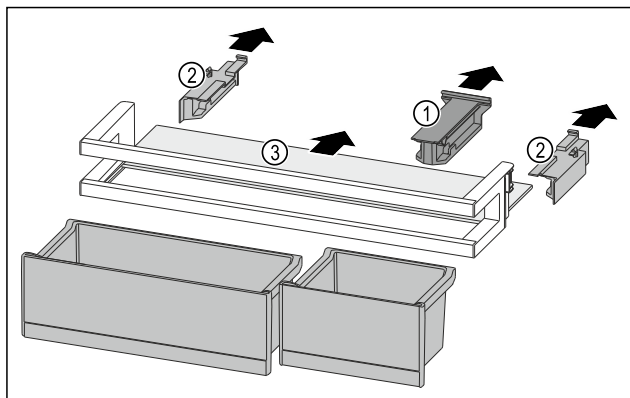

Fig. 127
- Bevestigingsdeel Fig. 127 (1) wegtrekken.
- Zijdelen Fig. 127 (2) wegtrekken.
- Draagplateau Fig. 127 (3) verwijderen.